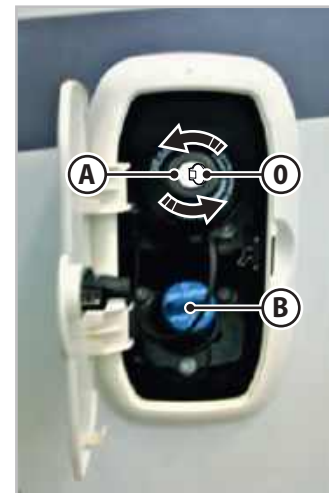

Fig.5.7 - Bouchon du réservoir de carburant
Pour ouvrir le bouchon du réservoir de carburant (Fig.5.7) :
Pour fermer le bouchon du réservoir de carburant (Fig.5.7) :
Pour ouvrir le bouchon (**B** - Fig.5.7) de l'additif AD-BLUE, tourner le bouchon dans le sens inverse des aiguilles d'une montre et le retirer. Procéder ensuite au ravitaillement. Effectuer l'opération inverse pour le fermer.
1. Tirer, dans le sens de la flèche, le levier **A** (Fig.5.7 et Fig.5.8, varie selon le type de véhicule), situé à gauche de la colonne de direction.